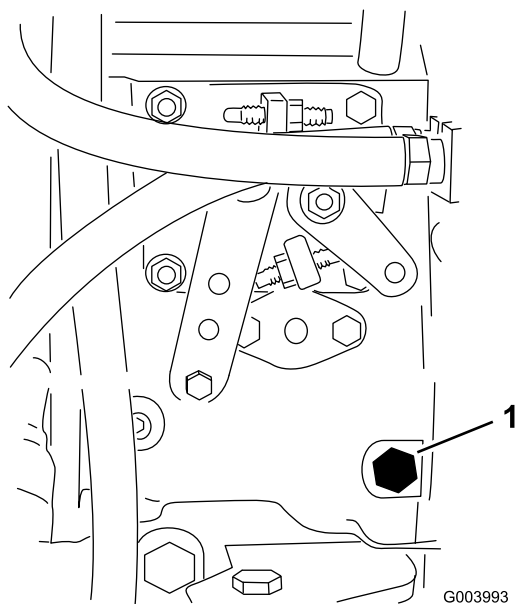

図 38
3. 燃料噴射ポンプ（図 38）についているエア抜きネジを、12 mm のレンチを使って開く。